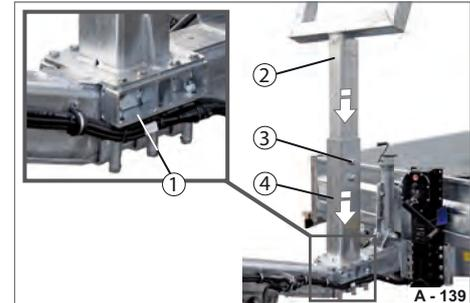

Abb. 199 Förderbandträger, montiert
- ▶ Ständer (Abb. 199/4) mit Schuhkonsole (Abb. 199/1) auf der Zugdeichsel positionieren.
- ▶ U-Rohrgabel (Abb. 199/2) oben in den Ständer einstecken.
- ▶ Verschraubung (Abb. 199/3) fest anziehen.